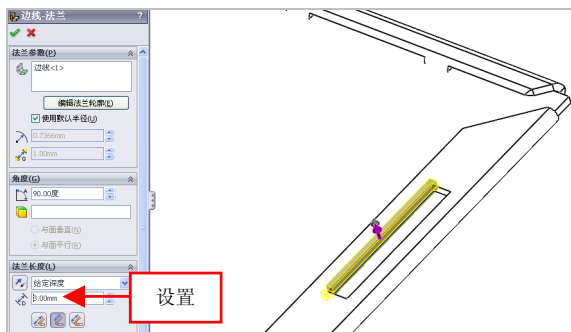

图 13-83 设置参数值
(14) 单击菜单栏中的【插入】|【钣金】|【边线法兰】命令，弹出【边线-法兰】属性管理器，在绘图区中的模型对象上，选取合适边线，设置【长度】为 3，如图 13-83 所示。